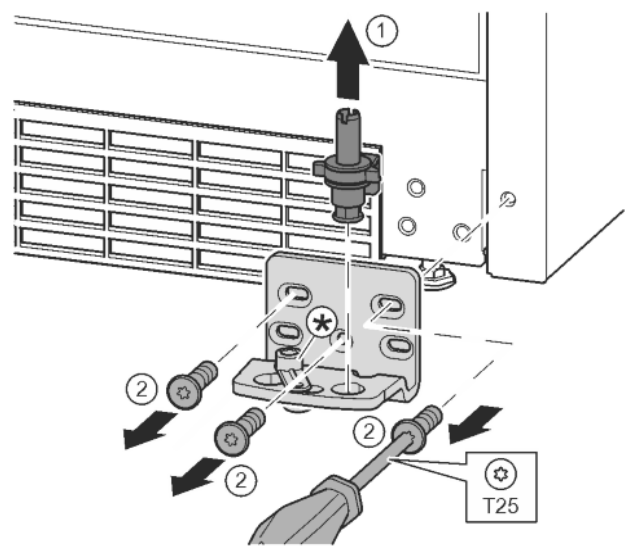

Fig. 12
- ▶ Опорний гвинт цілком витягніть рухом вгору. Fig. 12 (1)
- ▶ Викрутіть гвинти за допомогою викрутки T25 та зніміть опорний кронштейн. Fig. 12 (2)